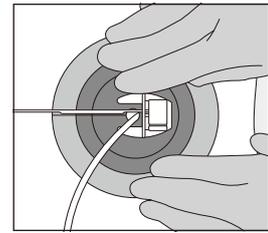

図3
3. そのまま皮膚保護剤粘着パッドを皮膚に対して優しく、しっかりと押さえ、シワが生じないように注意して貼付します（図3）。次に、皮膚保護剤粘着パッド周囲の粘着テープから剥離紙をはがし皮膚に貼り付けます。